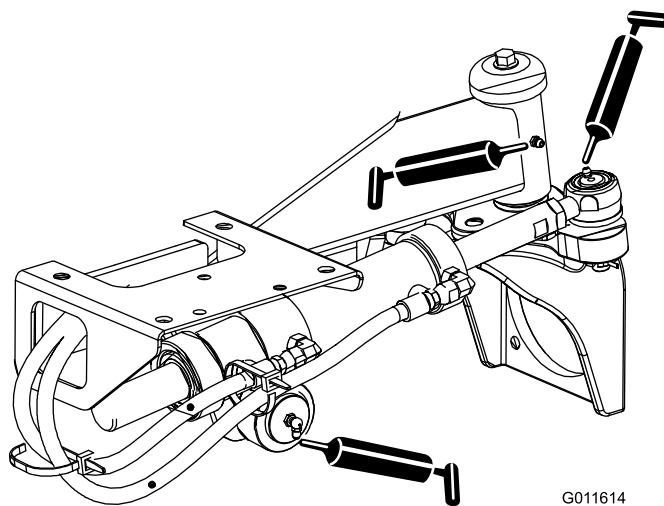

図 35
- ステアリングシリンダのボールジョイント2ヶ所と後アクスル1ヶ所 図 35